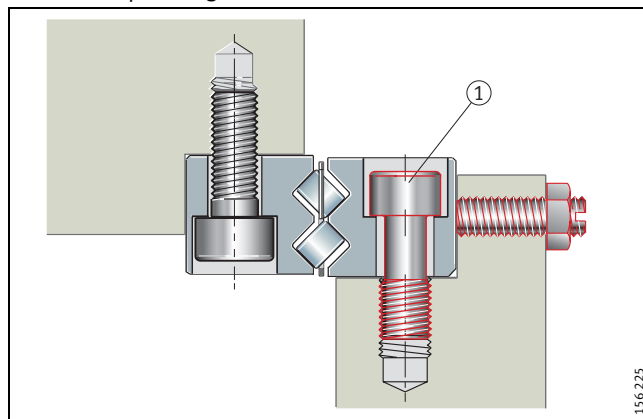

Bild 4 · Spezial-Schrauben/Vorspannung einstellen
Werden zur Befestigung der Führungsschienen die Durchgangsbohrungen in den Führungsschienen genutzt, können dünnere Schrauben ① (Bild 4) verwendet werden.